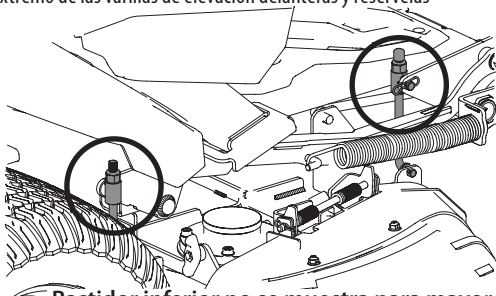

Figura 44
5. Ubique los pernos de ajuste arriba de las varillas de elevación de la plataforma del lado izquierdo y derecho de la plataforma. Hay uno de cada lado en el frente de la plataforma entre la plataforma y el tubo del bastidor inferior, y uno a cada lado de la parte trasera de la plataforma cerca del frente de la rueda trasera. Consulte la Figura 44.